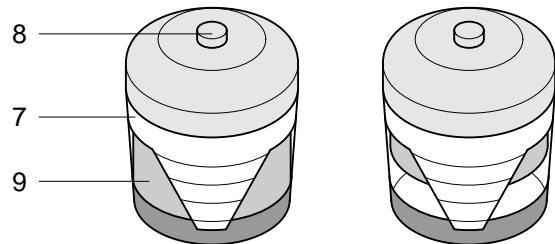

Fig. 5.3 Vacuumindikator
5. Nulstil vacuumindikatoren (fig. 5.3).